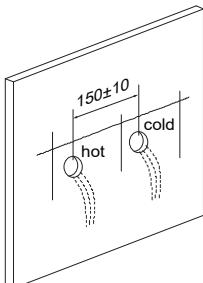

Abbildung 1
- b) Vergewissern Sie sich, dass die 2 gebogenen Verbindungsstücke ② genau gerade in die Wand eingebaut werden. Der Achsabstand zwischen 2 gebogenen Anschlüssen beträgt $150\pm10\text{mm}$ und die Mittellinie bleibt horizontal (Abbildung 1).